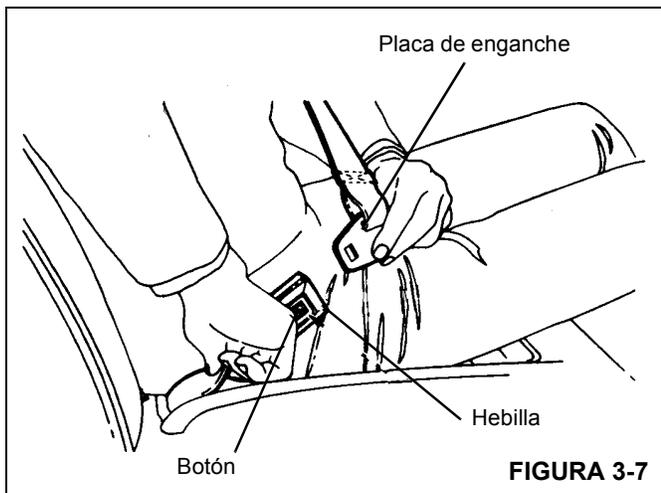

FIGURA 3-7
2. Tire del cinturón, crúzelo por delante de su falda, y enganche la placa en la hebilla hasta que se oiga un chasquido (Figura 3-7).